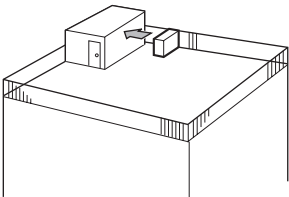

Fig. 2-3
- ① Coloque la salida de aire de frente a la pared más próxima a una distancia de unos 50 cm (19-11/16") de ella. (Fig. 2-3)